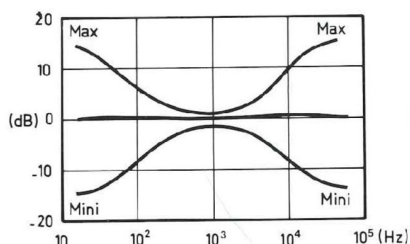

Fig. 5a : Correcteur grave-aigu.
- Les correcteurs de tonalité (figure 5a) dont l'influence s'exerce aux extrémités de la bande audio (réglage des graves et des aigus).